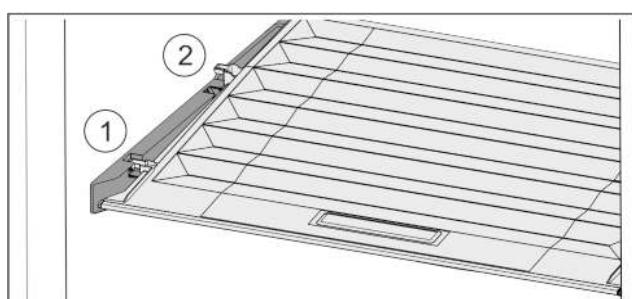

Fig. 33
- Потянуть крышку до отверстия в поддерживающих деталях вперед Fig. 33 (1).
- Поднять сзади снизу и извлечь Fig. 33 (2) движением верх.